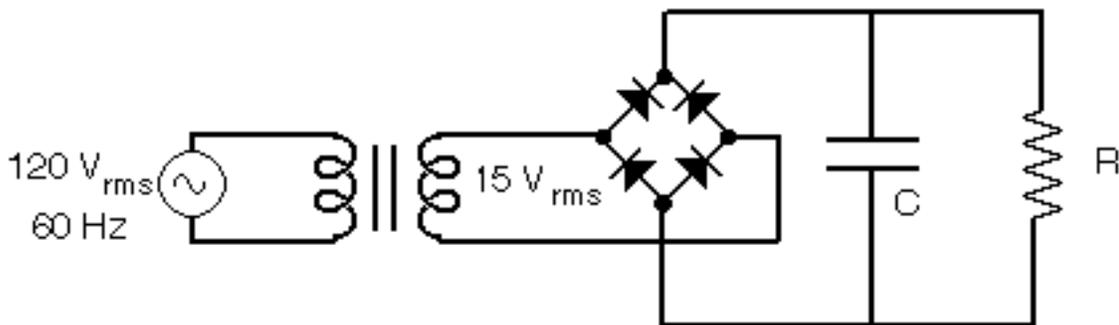

Figura 1.- Rectificador con filtro.
5. En el circuito de la Figura 1, el rectificador con filtro:
1.- Monte el circuito de la Figura 1 sin incluir el condensador y observe en la pantalla del osciloscopio el voltaje en el primario y secundario del transformador y el voltaje de salida de dicho circuito. Haga los diagramas en papel milimetrado, identificando voltajes y periodos de tiempo en las curvas dibujadas.